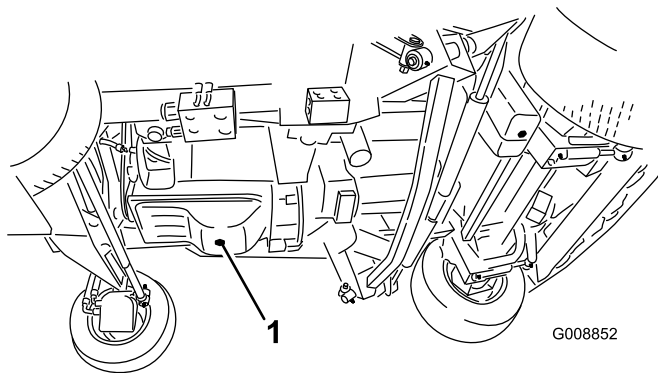

Рисунок 63
1. Снимите сливную пробку (Рисунок 63) и дайте маслу стечь в сливной поддон. Когда масло перестанет течь, поставьте сливную пробку на место.